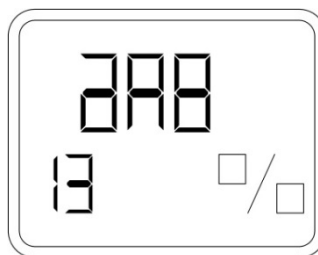

Рисунок 40 – Отображение значения давления в процентах от шкалы
- При помощи кнопки «S» зайти в пункт меню 13 (рисунок 40).